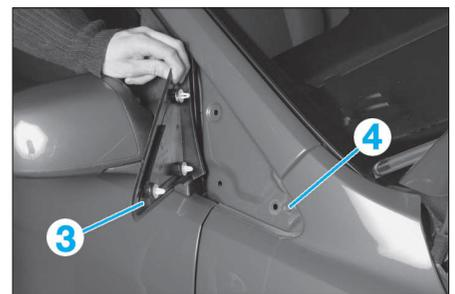

FIG. 21
- le cache (3) (Fig.21).
- la vis (4).